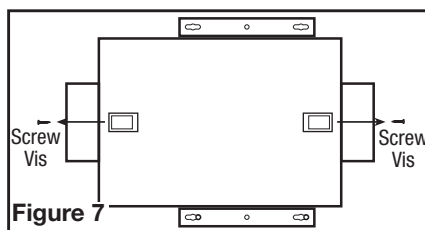

Figure 7
1. Determine the CFM required. The unit can be set from 50 CFM to 120 CFM in increments of 10 CFM. Remove the screws securing the access panel cover in place and open the cover to gain access. Locate the speed control panel inside the unit (Figure 7).
1. Déterminez le PCM requis. L'unité peut être réglée de 50 PCM à 120 PCM par incréments de 10 PCM. Retirez la vis qui retient le couvercle du panneau d'accès et ouvrez le couvercle pour y accéder. Localisez le panneau de contrôle de vitesse à l'intérieur de l'unité (Figure 7).